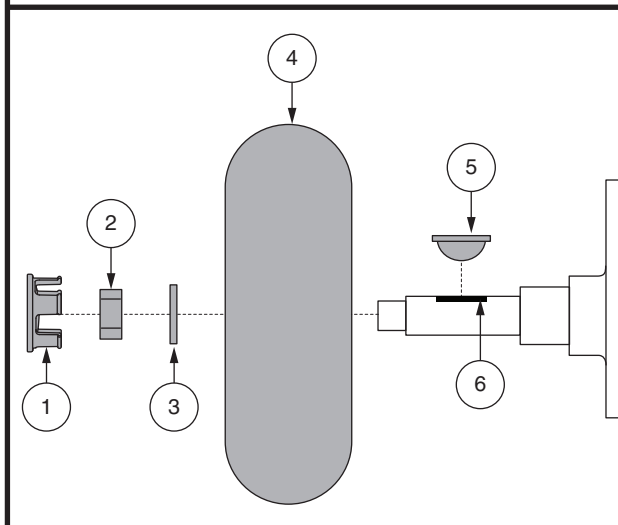

Figure 29. Enlèvement de la roue motrice
3. Enlever le bouchon de roue, l'écrou et la rondelle de roue motrice sur l'essieu. Voir la figure 29.
4. Retirer les écrous de la roue motrice de le moyeu. **Voir la figure 29.**